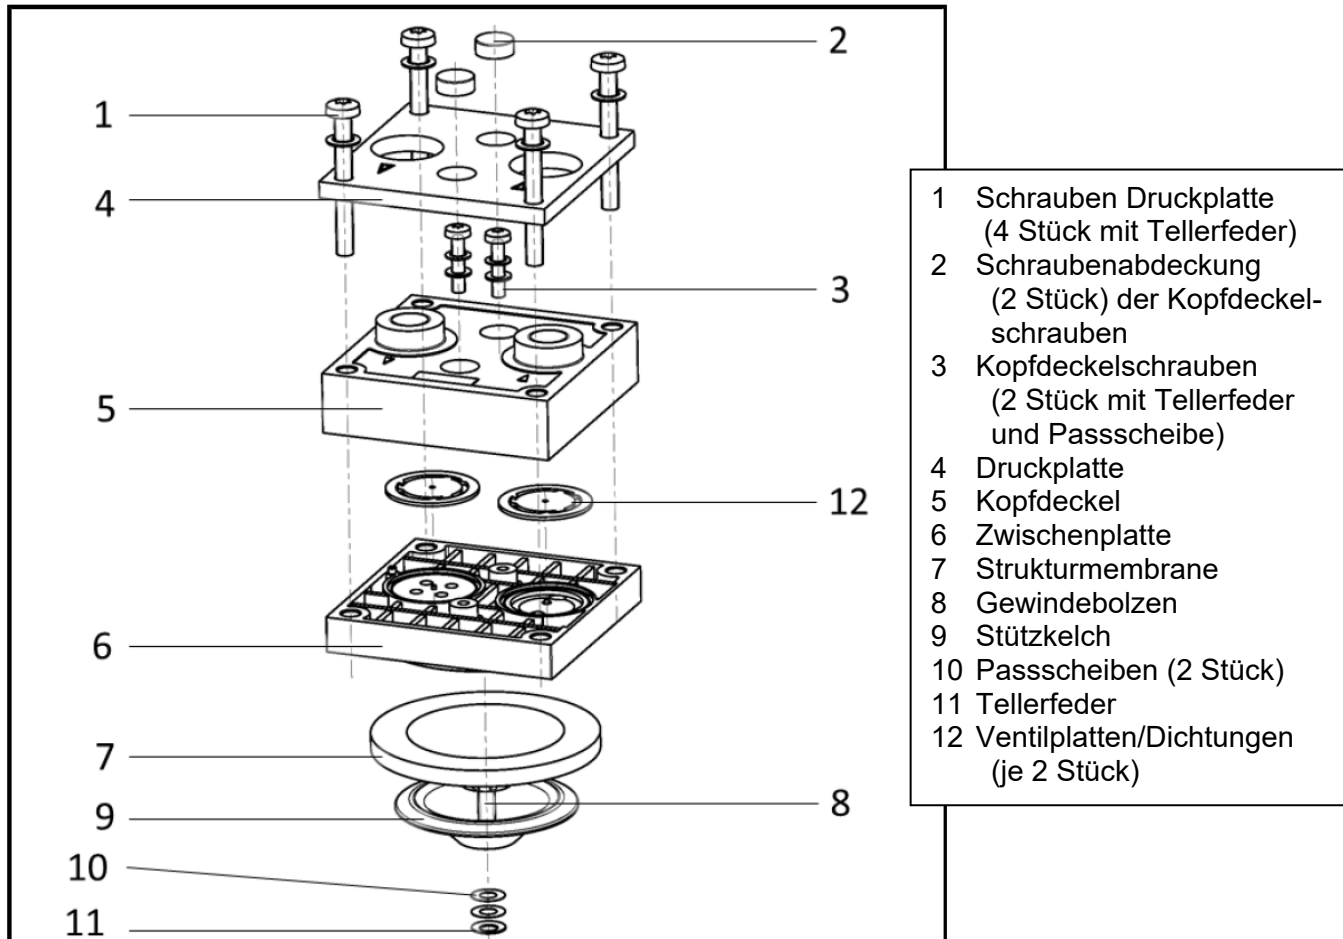
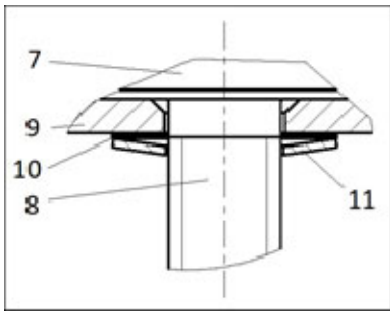

Abbildung 5 Schnittzeichnung Pumpenkopf MP31
Abbildung 6 Position der Tellerfeder auf dem Gewindebolzen
Abbildung 5 zeigt die Schnittzeichnung des Pumpenkopfes.
Austausch der Strukturmembrane (Nummerierung bezieht sich auf Abbildung 5 und Abbildung 6):
Der Tellerrand der Tellerfeder **11** muss zur Strukturmembrane gerichtet sein. (Siehe Abbildung 6)
Wechsel der Ventilplatten und Dichtringe (Nummerierung bezieht sich auf Abbildung 5):
- 2 Setzen Sie die Druckplatte **4** entsprechend der Filzstiftmarkierung auf den Kopfdeckel **5** (Nummerierung bezieht sich auf Abbildung 5).